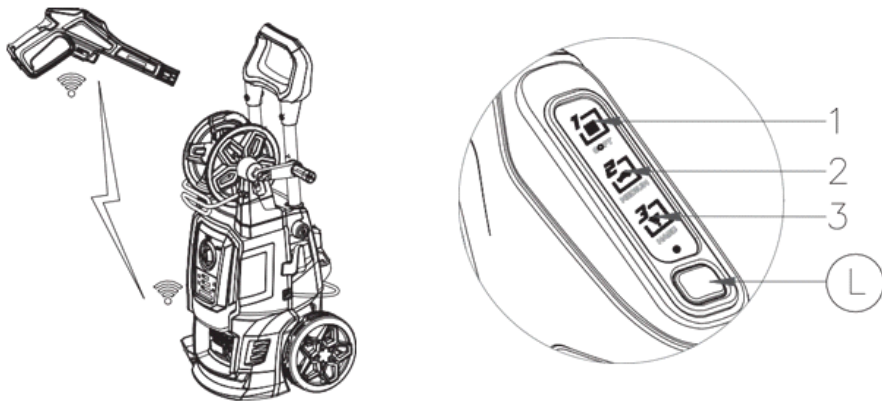

Рисунок 10. Схема дистанційного керування з пульта моделі «Am 7.5-195w digital premium».
5.2.2 Перевірка роботи дистанційного керування з пульта водяного пістолета для моделі «Am 7.5-195w digital premium» (рис. 10).